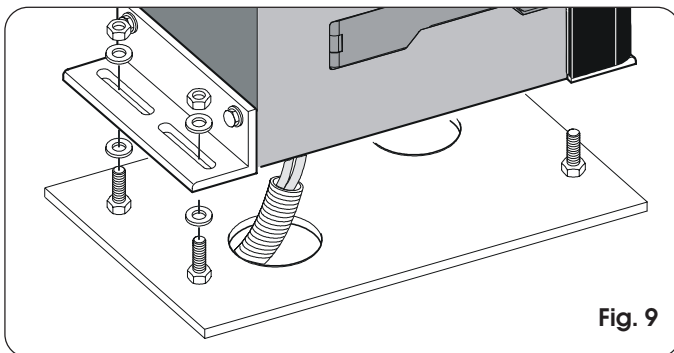
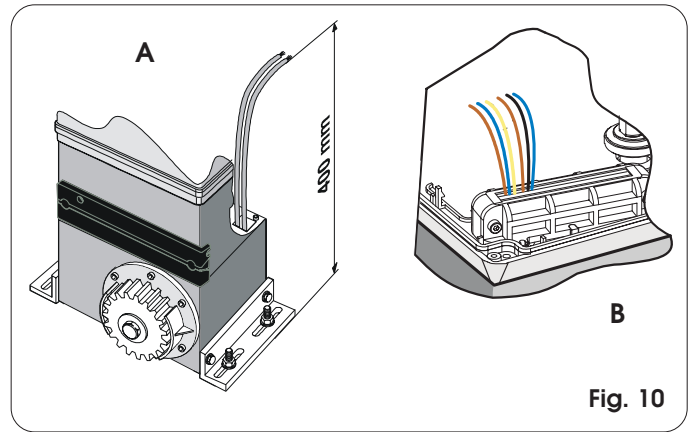

Fig. 9
Fig. 10
- 3) Plaats de aandrijving op de plaat met behulp van de bijgeleverde ringen en moeren, zoals op fig. 9. Hierbij moeten de kabels door de daarvoor bestemde leiding in de onderste helft van de aandrijving worden gevoerd (fig. 10, ref. A). Zorg er vooral voor dat alle kabels worden gestript, zodat de kabelklem alleen de afzonderlijke draden vastzet. (Fig. 10 ref. B).